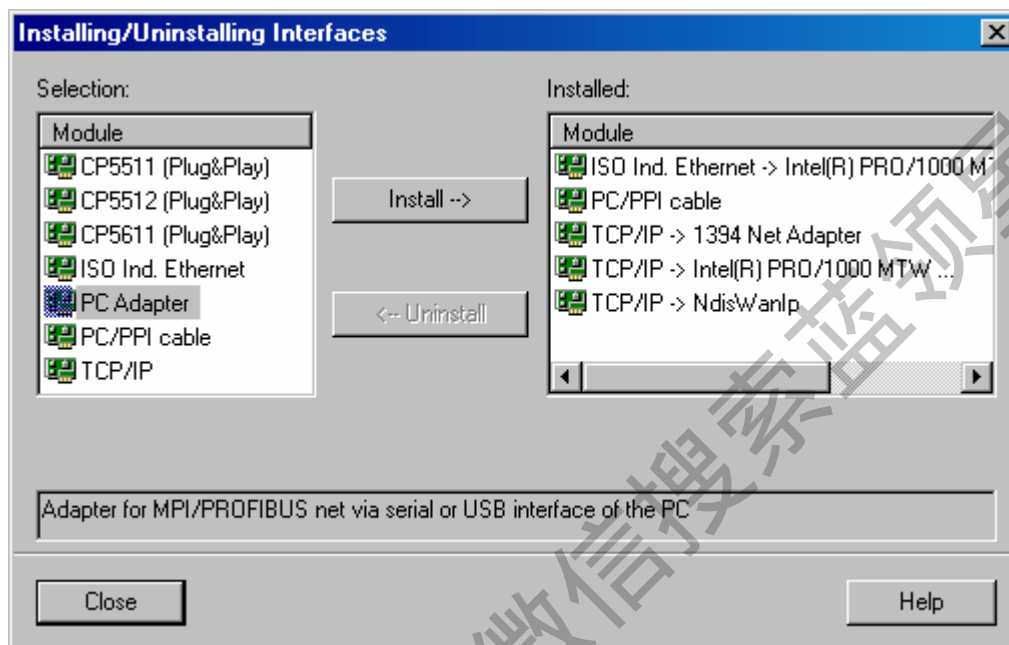

图5 安装 / 移除接口对话框
您可以使用图5中显示的“安装/取消安装接口”对话框安装或移除通讯硬件。对话框左侧是您可以安装的硬件类型列表，右侧是当前已安装的硬件类型列表。如果您使用Windows NT 4.0操作系统，在“已安装”列表框下方有一个“资源”按钮。
1. 如图5所示，在“设置PG/PC接口”对话框中，单击“选择”，存取“安装/取消安装接口”对话框。